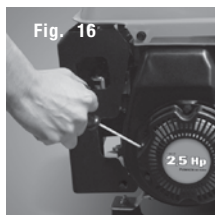

Fig. 16
1. Encendido del generador (Fig. 16)